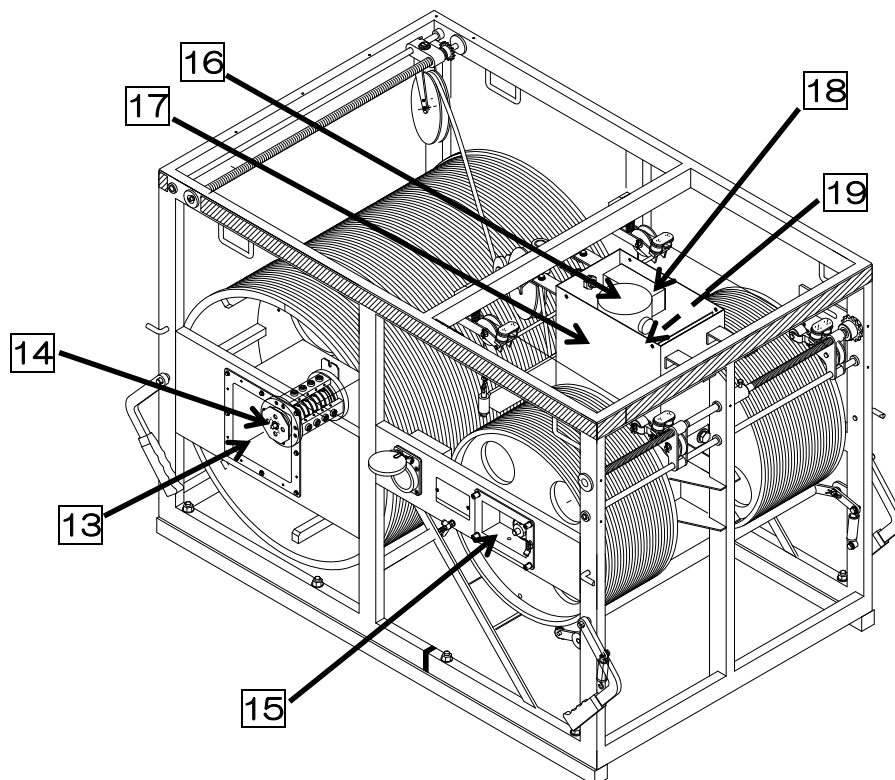

図 3.9.ウインチ（カバー無）
電気部品収納箇所（図 3.9. 13、15、17）に浸水を確認した場合には、十分乾燥して下さい。
- 19 格納用リミットスイッチ（図 3.9 では見えません）